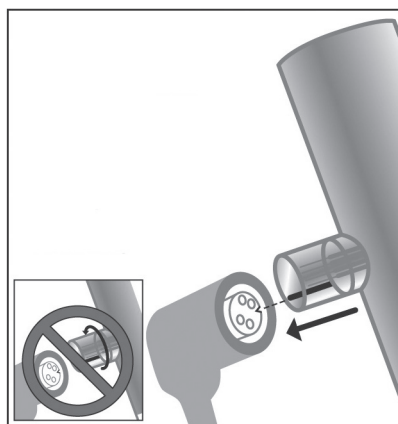

Рис.6-4. Подключение кабеля к датчику
4. Чтобы подключить кабель к корпусу датчика, расположите выемку на разъеме кабеля напротив выемки на разъеме корпуса датчика. Прижмите друг к другу. Не подкручивать. См. рис. 6-4.